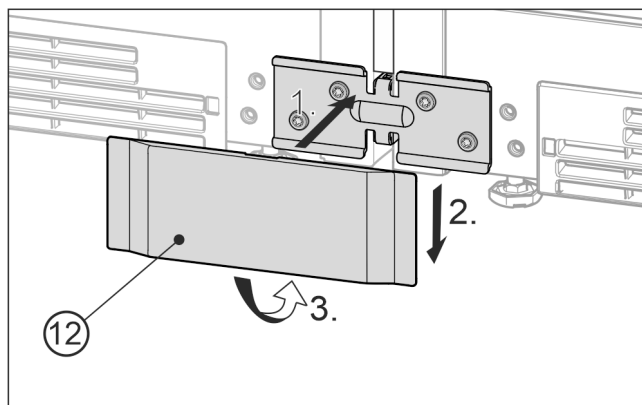

Fig. 25 Représentation à titre d'exemple
- Poser le cache Fig. 25 (12) inférieur de devant sur l'équerre Fig. 25 (1), exercer une pression vers le bas Fig. 25 (2) et encliquer en bas Fig. 25 (3).